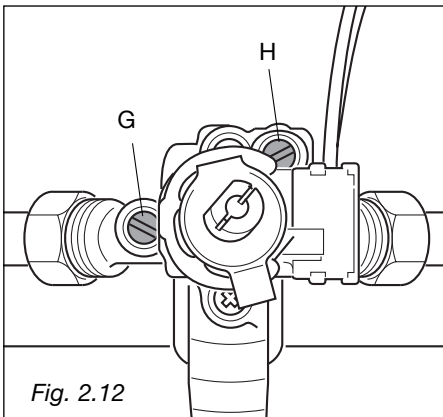

Fig. 2.12
- En vous servant d'un tournevis, tournez la vis H jusqu'à l'obtention du bon réglage (fig. 2.12).
- En vous servant d'un tournevis, tournez la vis G jusqu'à l'obtention du bon réglage (fig. 2.12).